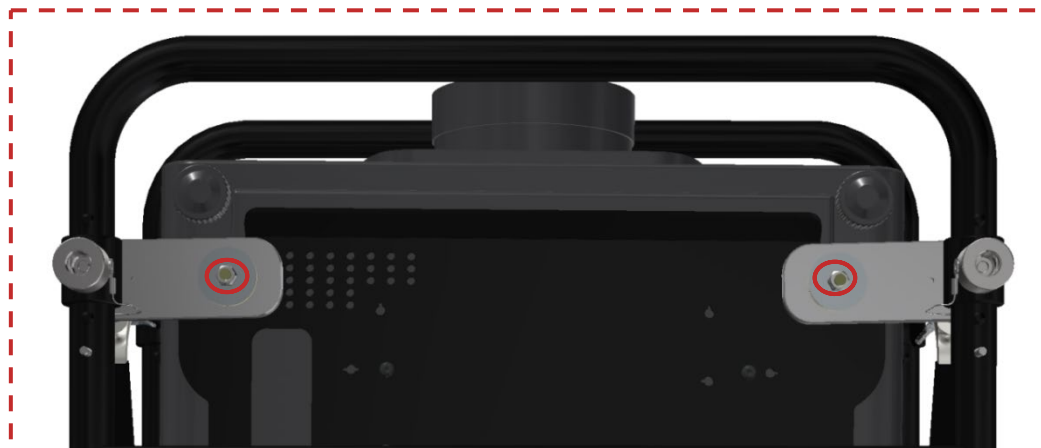
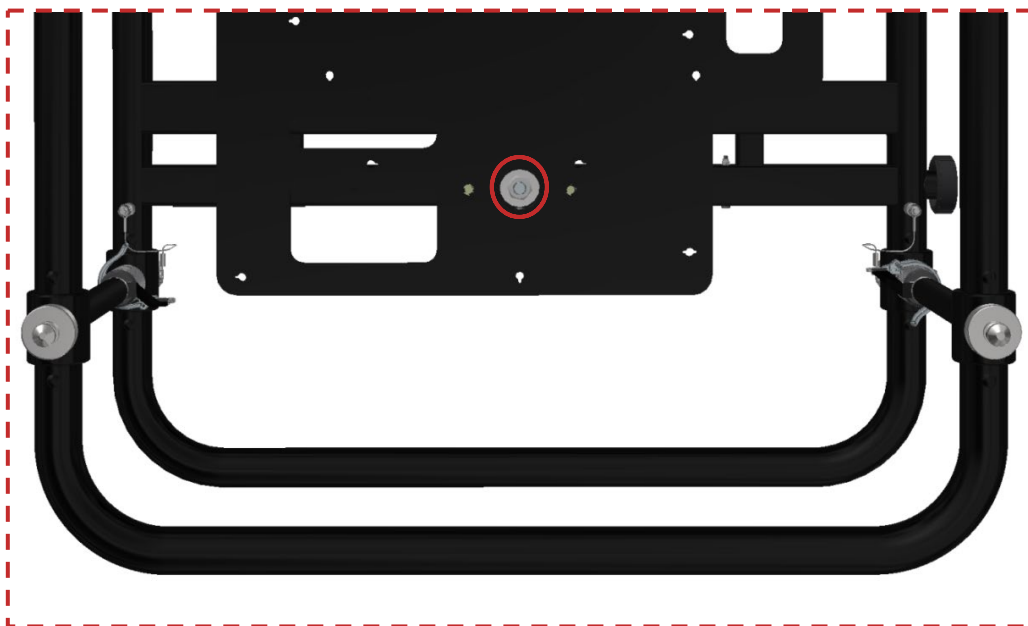

Abbildung 26 Muttern auf der vorderen Unterseite, die mit rotem Wachs versiegelt sind
Abbildung 27 Mutter auf der mittleren Oberseite, die mit rotem Wachs versiegelt ist
- Auf die drei Schrauben und Muttern auf den beiden obigen Bildern (Abbildung 26 und Abbildung 27) ist rotes Siegelwachs aufgetragen, um sicherzustellen, dass die Muttern immer in derselben Position sind und niemand versucht sie festzuziehen oder zu lösen.
Bis auf die drei im vorigen Abschnitt beschriebenen Muttern (siehe Abbildung 26 und Abbildung 27) kontrollieren Sie bitte mit entsprechendem Werkzeug, dass alle anderen Schrauben fest angezogen sind.